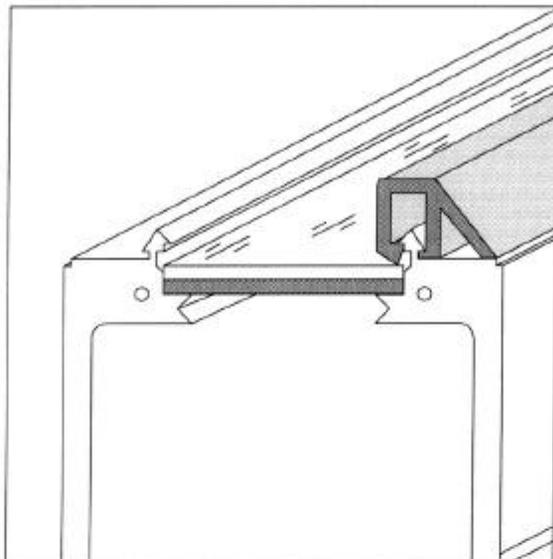

Abbildung 12-3 Schnappleiste aufsnappen bis sie einrastet
5. Nun diese Schnappleiste nach und nach an der Arretierungskante ansetzen und mit kräftigem Druck auf das Gehäuse aufsnappen, bis sie einrastet (Abbildung 12-3).